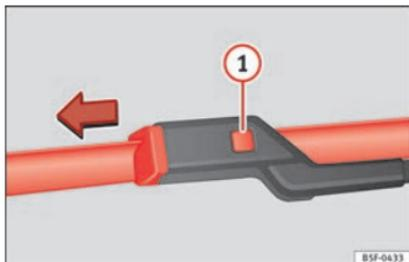

Fig. 200 Sostituzione delle spazzole dei tergicristalli.
- Tenere premuto il tasto di sblocco » **fig. 200** ❶ tirando delicatamente la spazzola nella direzione indicata dalla freccia.